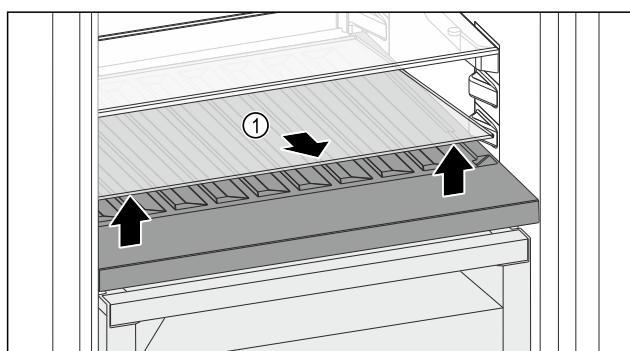

Fig. 114
- Glasplatte Fig. 114 (1) an der Aussparung vorne anheben und herausnehmen.
- Glasplatte Fig. 114 (1) außerhalb des Geräts sicher aufbewahren.